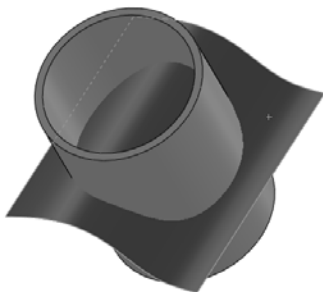

图 4-77 “删除面”属性管理器
- 2) 在“删除面”属性管理器中单击“选择”一栏中按钮右侧的显示框, 然后在图形区域或特征管理器中选择要删除的面, 此时要删除的曲面在该显示框中显示, 如图 4-77 所示。